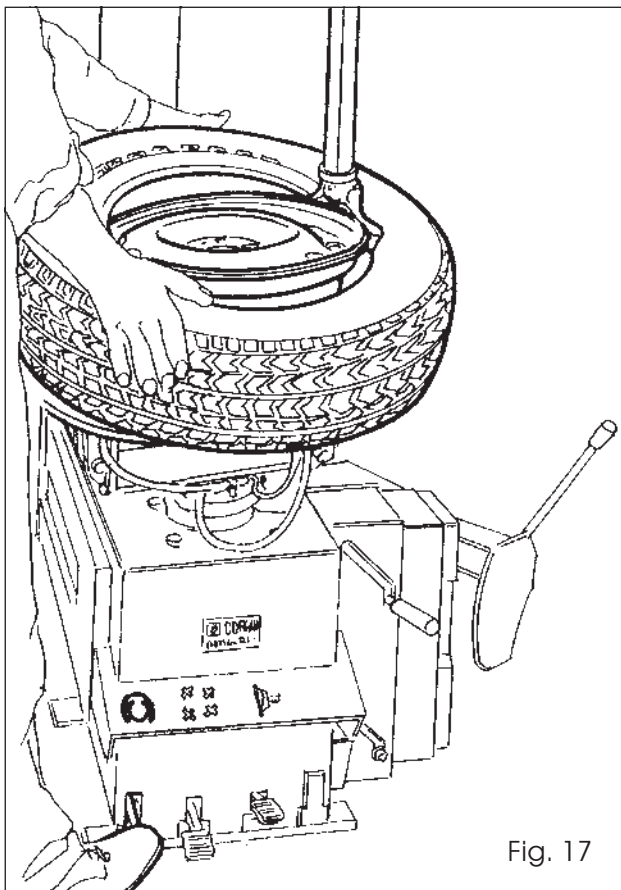

Fig. 17
- ❑ Poser le pneu sur la jante et amener le bras oscillant en position de montage. Mettre le talon inférieur dans la position indiquée sur la figure 17, de façon à ce qu'il soit au-dessus de la portion arrière de la tête de montage/démontage et au-dessous de sa portion avant. Appuyer sur la pédale du plateau pour le faire tourner dans le sens des aiguilles d'une montre et monter ainsi le talon. Utiliser la base creuse de la jante en poussant vers le bas contre la paroi opposée à la tête de montage/démontage (voir Figure 17) afin de réduire la force de tension sur les talons pendant la rotation de la jante.